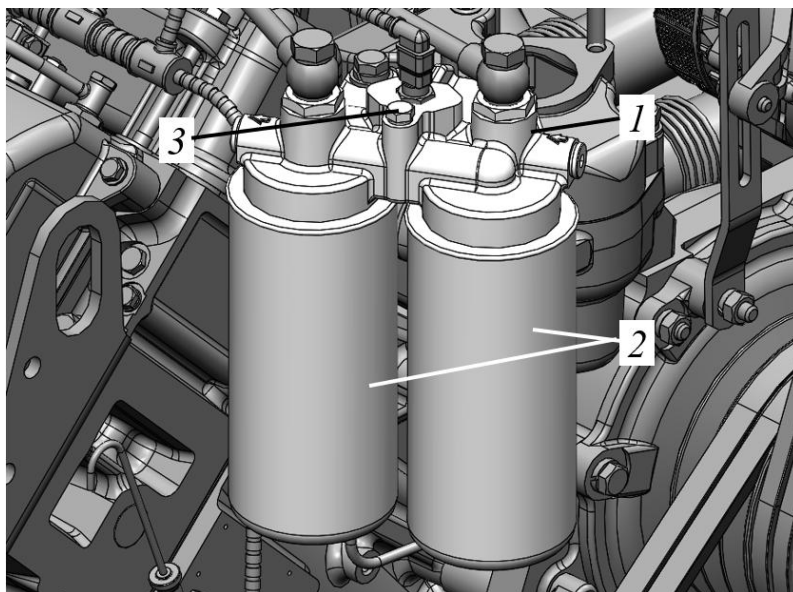

Рисунок 5.23. Размещение топливных фильтров на двигателе
Фильтры тонкой очистки топлива (рис. 5.23) размещены на двигателе с правой стороны.
- ▶ Разместить ранее подготовленную тару  под фильтрами, отвернуть сменные фильтры для топлива поз. 2, рис. 5.23. В случае затруднённого отворачивания использовать съёмник.